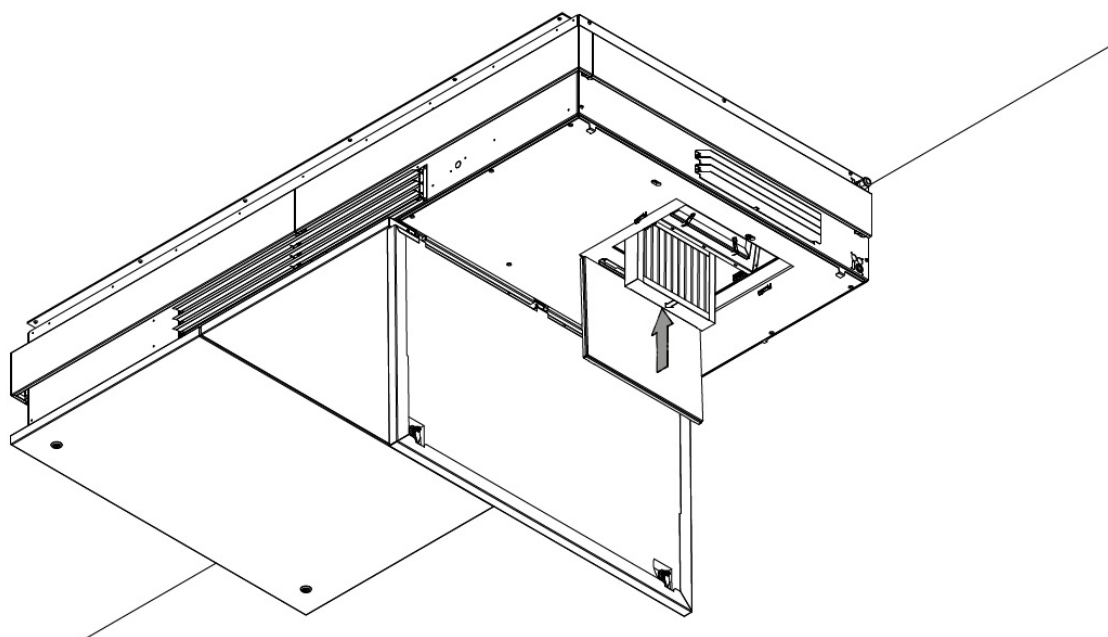

Figur 14: Öppna gångjärnet som håller finfiltret på plats
6. Öppna gångjärnet som håller finfiltret på plats, se Figur 14 nedan.